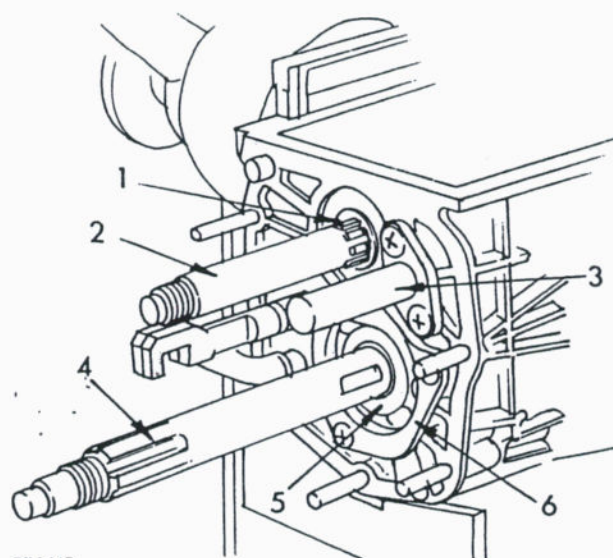

Bild 115
- Die Befestigungsplatte für das mittlere Lager der Hauptwelle abschrauben und die Kupplungswelle zusammen mit dem Lager durch die Vorderseite des Getriebegehäuses herausziehen. Das Nadelrollenlager bleibt entweder in der Kupplungswelle oder in der Hauptwelle. Bild 115 zeigt die Befestigung der Hauptwelle an der Rückseite des Getriebes.
- Platte für die Rücklaufwelle («3» in Bild 115) abschrauben, die Welle herausschlagen und abziehen.